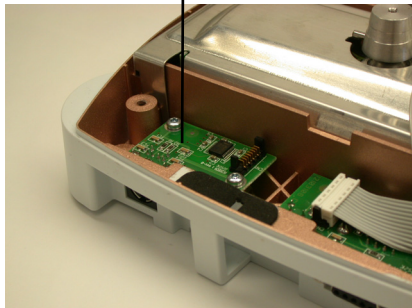

Figura 2C.
7. Montare il secondo PCB RS232 sui supporti corrispondenti, fissandolo con le due viti in dotazione (vedere Figura 2C).